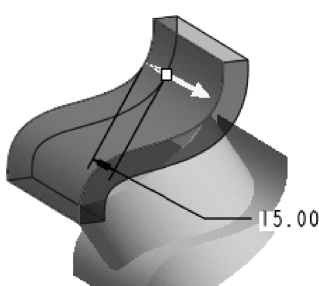

图 8-88 反向加厚
(5) 在图形区单击黄色箭头，加厚方向改到另一侧，模型如图 8-88 所示。